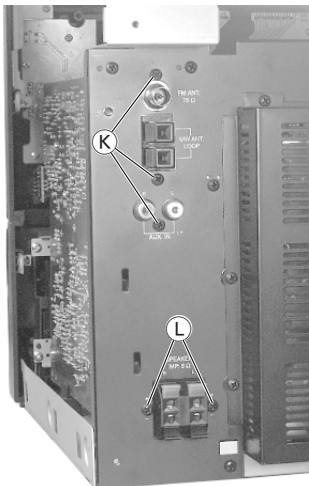

Fig. 8
- 3 Schrauben (K) herausschrauben (Fig. 8).
- 2 Schrauben (L) (Fig. 8) herausschrauben.
- Unscrew 3 screws (K) (Fig. 8).
- Undo 2 screws (L) (Fig. 8).